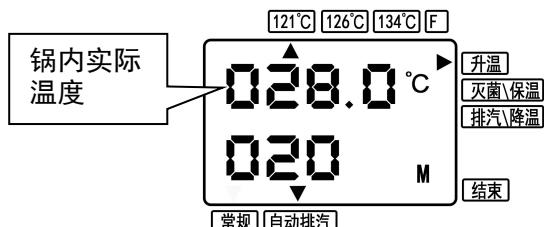

图 15
- (1) 闭合上盖，将门开关手柄完全扳至●位置，按下“启动”键，灭菌周期启动，开始加热，控制面板显示灭菌室内温度和灭菌时间（图 15），状态处于“升温”状态。